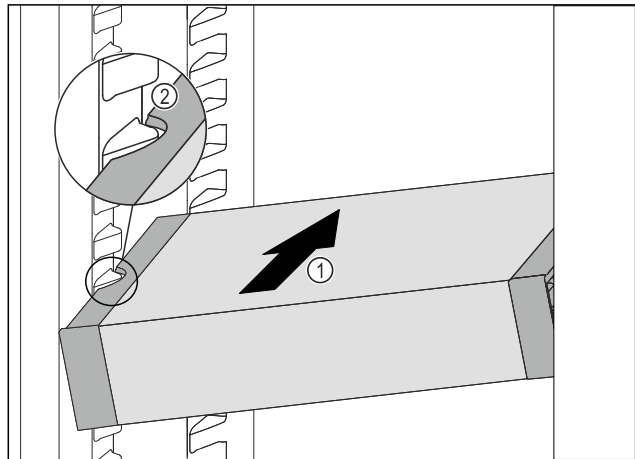

Fig. 116
- ▶ VarioSafe schräg in das Kühlteil einschieben Fig. 116 (1), bis sich die seitlichen Aussparungen Fig. 116 (2) des VarioSafes auf Höhe der Behälterrippe im Kühlteil befinden.